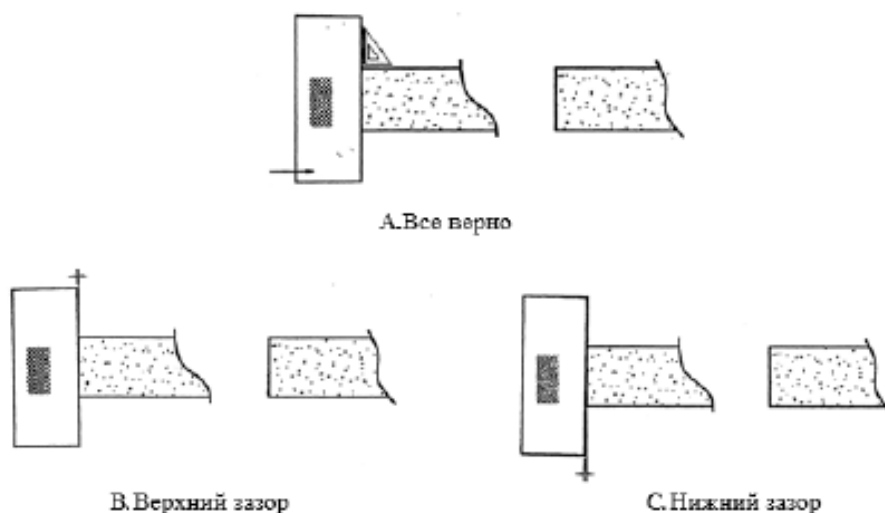
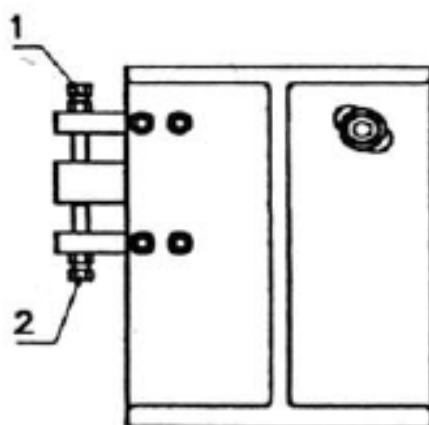

Рис.12
Рис.13
- Когда клей не попадает на верхний край после облицовывания. Это может быть результатом ситуации см. рис.12 (В), что устраняется регулировочным винтом 2, открутив его назад и/или винтом 1 выкрутив вперед, см. рис. 13.
- Когда клей не попадает на нижний край, это происходит в результате наклона, представленного на см. рис.12 (С). Для регулировки воспользуйтесь винтом 1 выкручивая его назад и/или винтом 2 выкручивая его вперед.